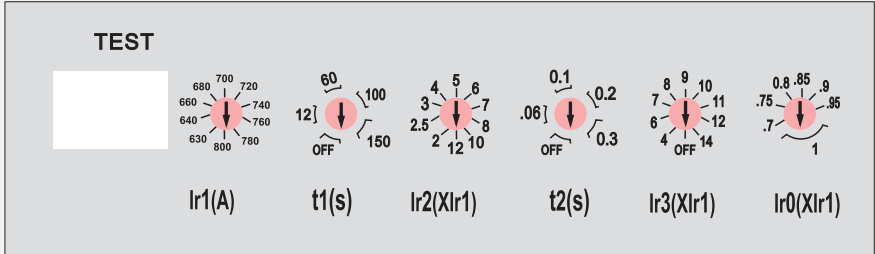
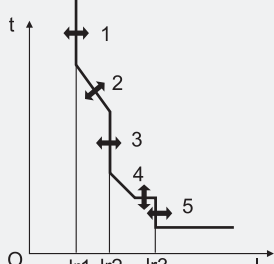

图18
图19
9. HSM2E-800, In=800A电子式脱扣器见图18、图19